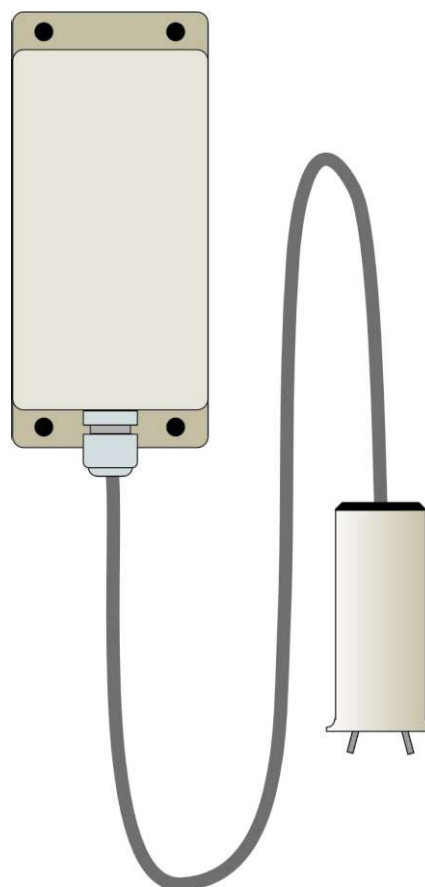
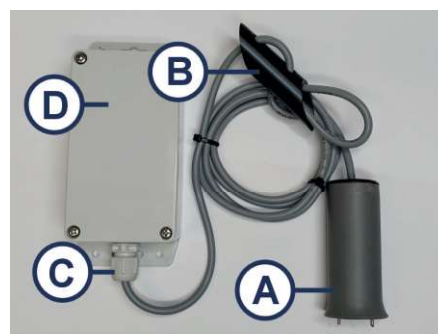

BILD 1
BILD 2
A. En sändare som installeras i tanken eller pumpbrunnen med en nivågivare som övervakar vätskenivån. (Bild 1)
B. Mottagare med ljus- och ljudlarm, som kan installeras på valfri plats inomhus (Bild 2 och 3)
Förpackningen innehåller en sändare med nivågivare (Bild 1) och en mottagare med nätadapter (Bild 2) som är kodade parvis så att varje mottagare enbart reagerar på larm från sin egen sändare.